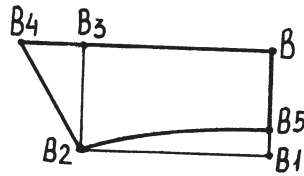

Рис. 182. Чертеж выкройки воротника
*Воротник.* Начертите прямой угол с вершиной в точке В (рис. 182).